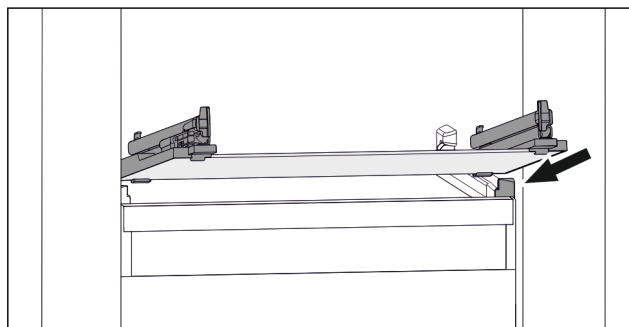

Fig. 47 Príklad zobrazenia sklenenej dosky
- ▶ Nasadte sklenenú dosku šikmo za zádržkami. (pozri Fig. 47)